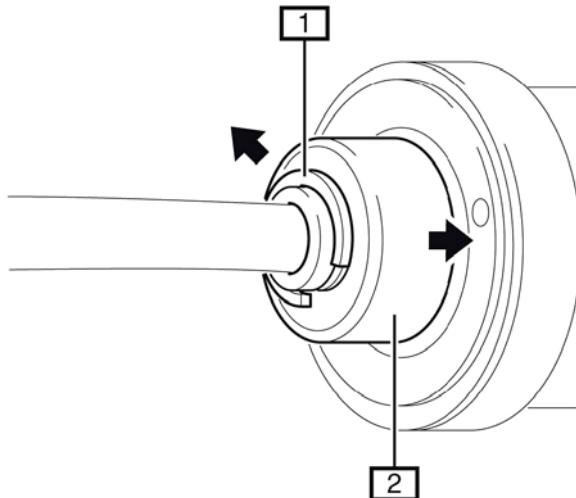

Fig. 8: 1 Sicherung / Lock ring / Sécurité / Seguro 2 Halteelement / Retainer element / Élément de support / Elemento de sujeción
- Fig. 8 Den Luftfederkreislauf ganz entlüften.
- Sicherungsring (1) am Proportionalventil des PDC Stoßdämpfer entfernen.
- Das Halteelement (2) mit einem passenden Gabelschlüssel in Richtung PDC Stoßdämpfer gedrückt halten.
- Fig. 8 Bleed all air from the air-spring circuit.
- Remove lock ring (1) on the PDC shock absorber's proportional valve.
- Keep the retainer element (2) compressed toward the PDC shock absorber with an appropriate fork wrench.
- Fig. 8 Purger complètement le circuit de suspension pneumatique.
- Enlever le circlip (1) de la soupape proportionnelle de l'amortisseur PDC.
- Maintenir en place l'élément de support (2) en direction de l'amortisseur PDC avec une clé à fourche adéquate.
- Fig. 8 Purgar completamente el circuito de la amortiguación neumática.
- Retirar la anilla de seguridad (1) de la válvula proporcional del amortiguador PDC.
- Mantener apretado el elemento de sujeción (2) en el sentido del amortiguador PDC con una llave de boca.